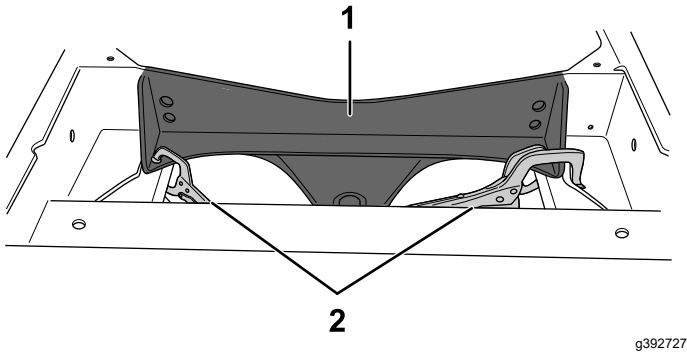

Figure 12
1. Mettez le support d'essieu de rechange en position. À l'aide de pinces et de plaques de support en métal, fixez-le comme montré à la Figure 12. Placez bien le support d'essieu au même niveau que le cadre existant et assurez-vous qu'il n'y a pas d'espace.